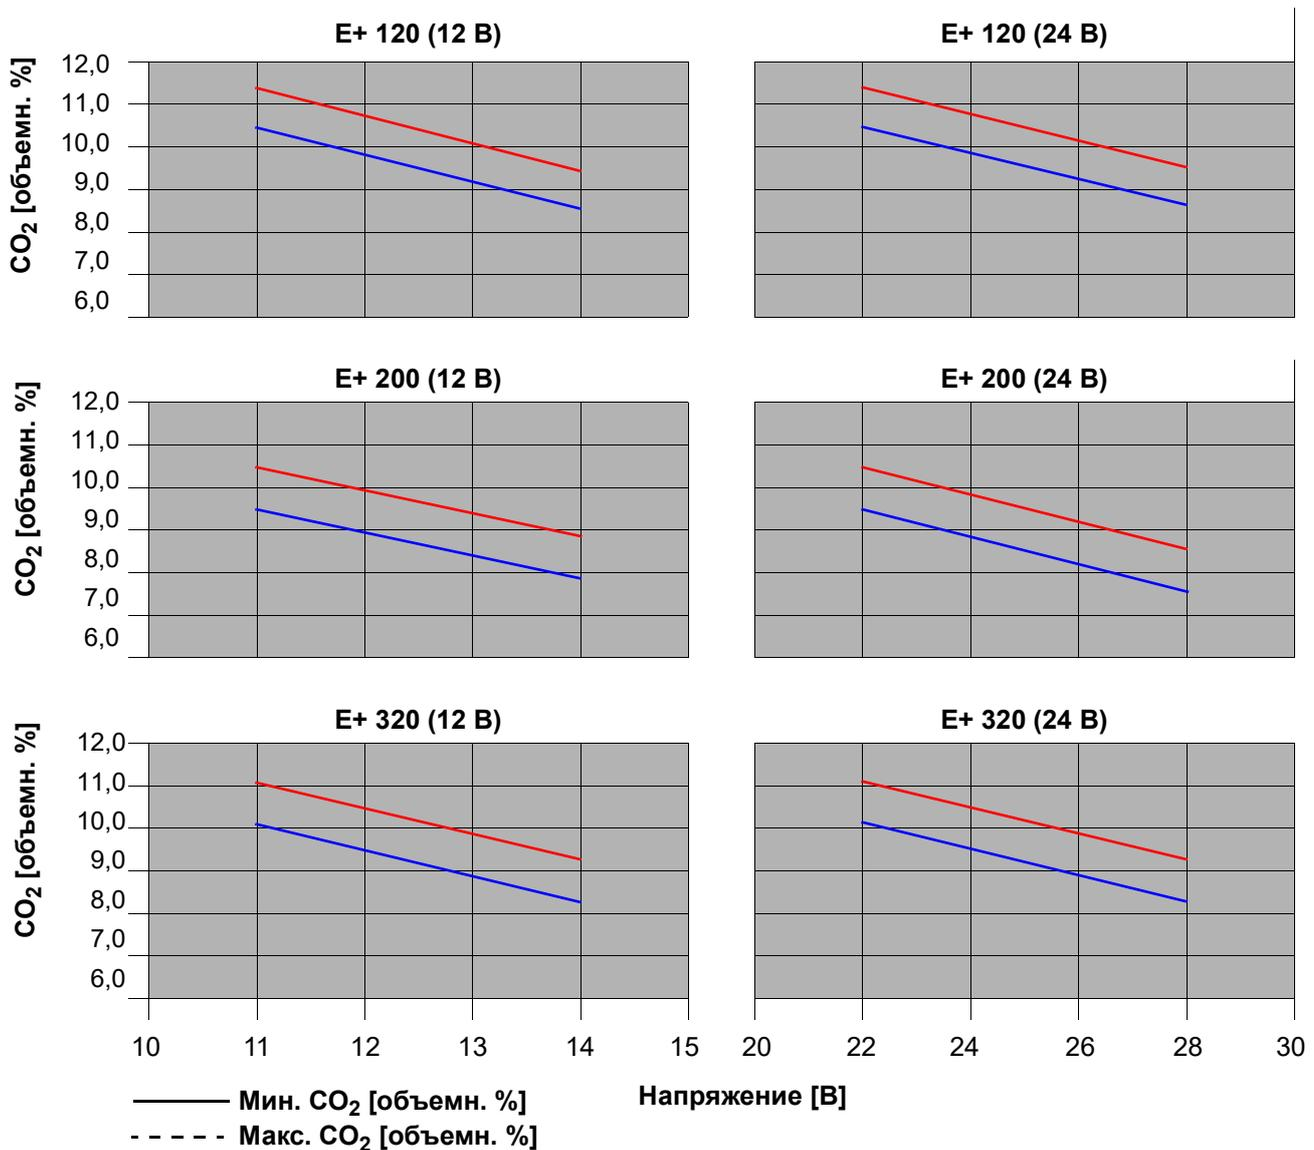

Рис. 702 Содержание CO_2 в выхлопных газах
1. Примерно через 3 минуты горения следует измерить содержание CO₂ в выхлопном газе и сравнить с целевым значением, указанным на Рис. 702.
3. Измерить значение CO₂ и сравнить с соответствующим графиком (см. Рис. 702).